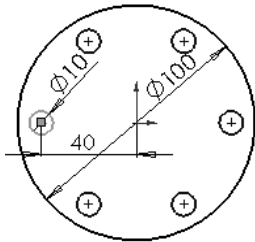

图 6-35 圆周阵列草图
5) 圆周阵列草图。单击“草图”控制面板中的“圆周草图阵列”按钮，系统弹出“阵列（圆周）”属性管理器。在“要阵列的实体”选项组中，选择图 6-33 所示的小圆。按照图 6-34 所示进行设置后，单击✓（确定）按钮，阵列草图如图 6-35 所示。